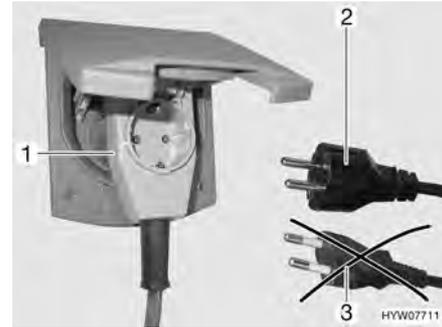

Fig. 100 Conexión a un conector con salida lateral del cable con caja de enchufe
- ▶ Al utilizar un acoplamiento acodado CEE 17, con caja de enchufe incorporada en el lado trasero (Fig. 100,1), emplear únicamente un conector IP 44 de goma impermeable, con contacto protector (Fig. 100,2). No utilizar conector sin contacto protector (Fig. 100,3). ¡Peligro de electrocución!